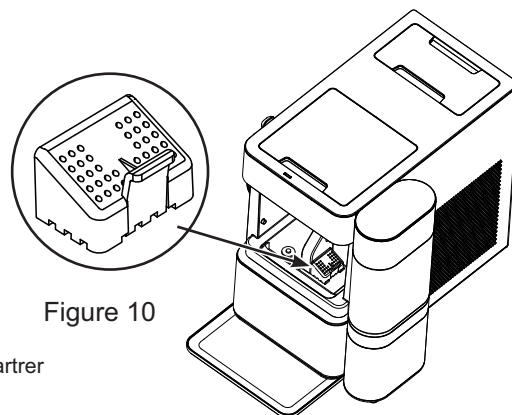

Figure 10
- Installez le filtre (si présent) et installez le déviateur (Figure 10)